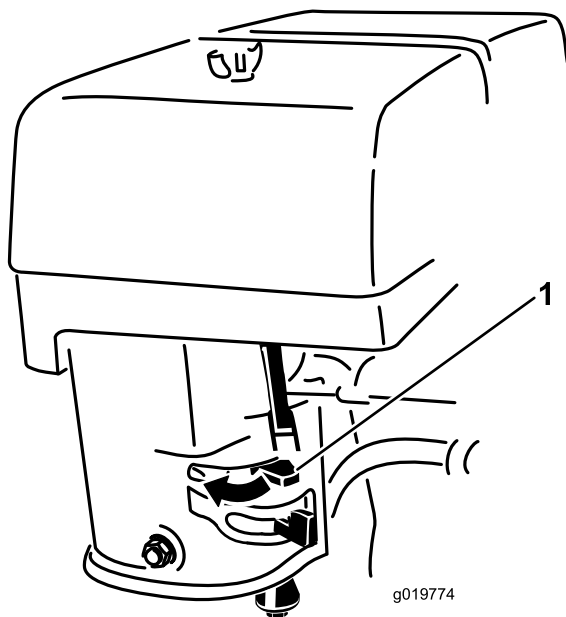

Figura 14
3. Mueva la palanca del estérter a la izquierda si el motor está frío (Figura 14).